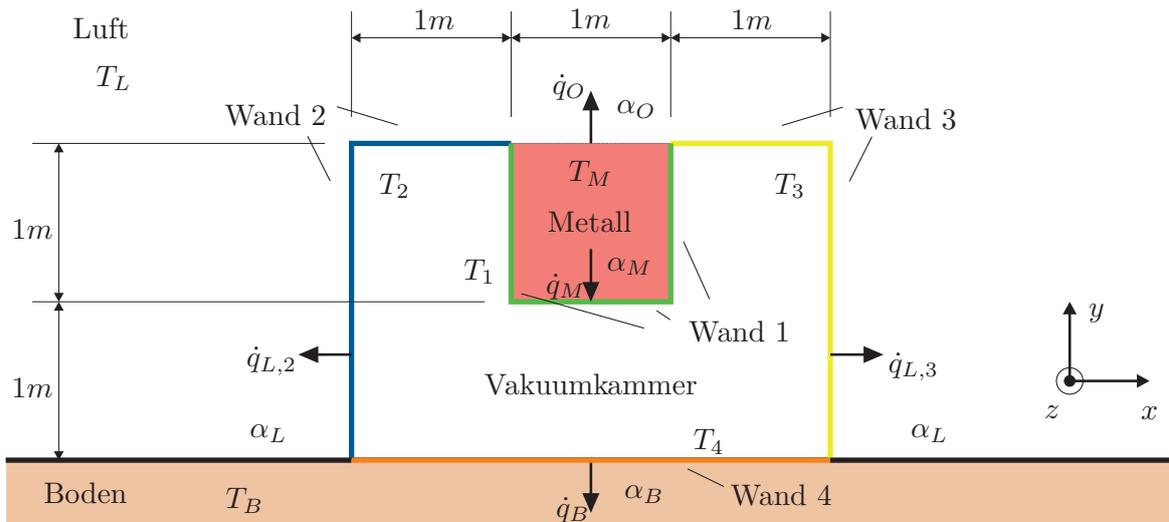

Abbildung 7: Isolierte Rinne für flüssiges Metall.
4. In Abbildung 7 ist eine Rinne für flüssiges Metall gezeigt. Damit das Metall nicht zu schnell auskühlt, ist die Rinne vakuumisoliert. Außerhalb der Rinne befindet sich Luft mit der homogen verteilten Temperatur T_L . Die Rinne steht auf dem Boden, der eine homogen verteilte Temperatur T_B aufweist. Aufgrund der großen Länge L der Rinne in z -Richtung, kann das Problem als zweidimensional aufgefasst werden. Das flüssige Metall (Dichte ρ , spez. Wärmekapazität c_p) weist eine homogen verteilte Temperatur T_M auf, wobei an der Oberseite ein konvektiver Wärmeübergang an die Luft und an den drei übrigen Seiten ein konvektiver Wärmeübergang an die Wand 1 stattfindet. Alle vier Wände der Vakuumkammer werden als dünnwandig mit den homogen verteilten Temperaturen T_1, T_2, T_3, T_4 angenommen. In der Vakuumkammer erfolgt der Wärmeübergang ausschließlich durch thermische Strahlung.